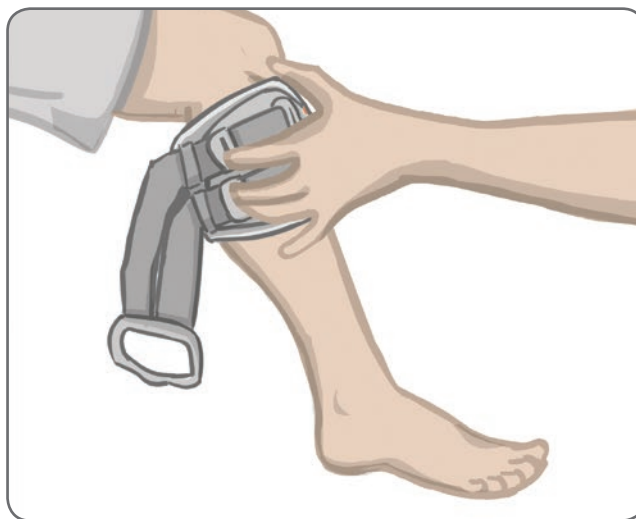

Ilustración 8-6: Captura de las bases de los electrodos
7. Mientras mantiene abierta la banda de EF de la parte inferior de la pierna, haga descender la parte inferior de la banda de EF de manera que solo el frente de la banda de EF haga contacto con la superficie anterior de la tibia. Después, envuelva la pierna con la banda de EF de la parte inferior de la pierna para “capturar” las bases de los electrodos. Consulte la ilustración 8-6.